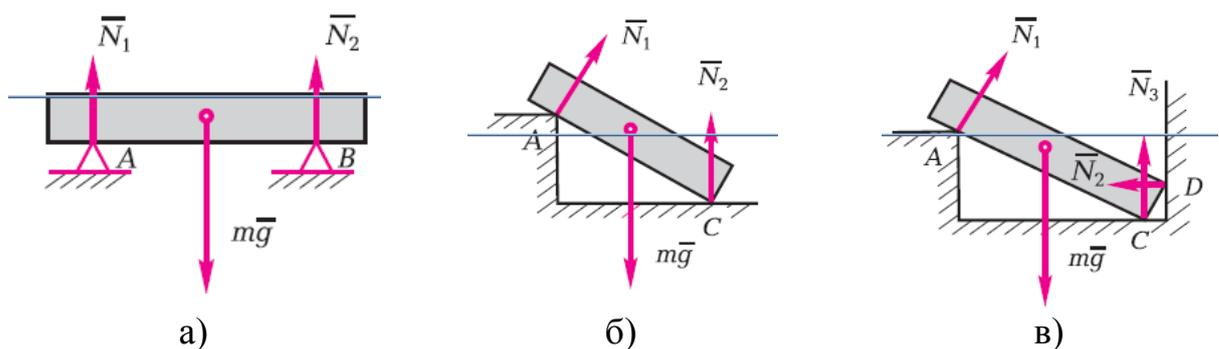

Рисунок 2.6
2. *Гладкая опора.* Связь, осуществленная в виде гладкой опоры, не дает телу перемещаться в направлении, перпендикулярном к поверхности тела в точке опоры (рис. 2.6). Реакция гладкой опоры направлена по нормали к опирающейся поверхности и приложена к телу в точках касания  $A$ ,  $B$ ,  $C$  и  $D$ .